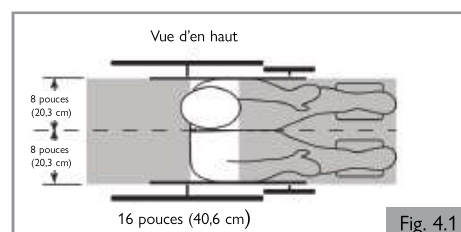

Fig. 4.1
6. Les zones dégagées recommandées autour de l'occupant du fauteuil roulant utilisant à la fois une ceinture pelvienne et une ceinture thoracique ou une ceinture pelvienne uniquement, sont indiquées dans les schémas (Fig. 4.1 et 4.2) et décrites ci-dessous. En l'absence de ceinture thoracique, la zone dégagée à l'avant devra être supérieure. La zone dégagée à l'arrière de 16 pouces (40,5 cm) se mesure à partir du point le plus en arrière de la tête de l'occupant. La zone dégagée à l'avant se mesure à partir du point le plus frontal de la tête de l'utilisateur. Elle est de 66 cm (26 pouces) en présence d'une ceinture sous-abdominale et d'une ceinture thoracique ou de 94 cm (37 pouces) avec une ceinture sous-abdominale uniquement. L'exigence liée à la zone dégagée à l'avant peut ne pas être rencontrée si le fauteuil roulant est utilisé en guise de siège conducteur.